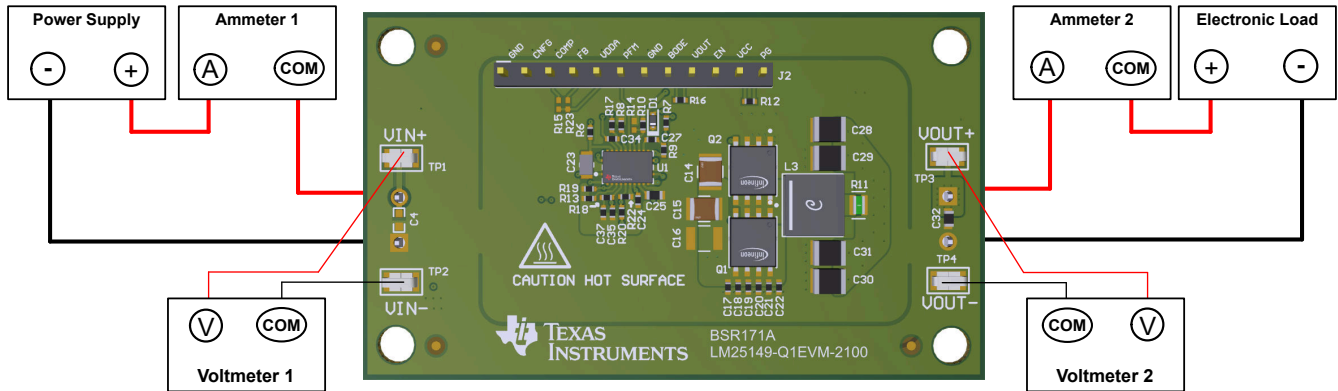

图 5-1. EVM 测试设置
参考表 5-1 中描述的 EVM 接头，推荐用于评估 LM25149-Q1EVM-2100 的测试设置如图 5-1 所示。在提供 ESD 保护的工作站上工作时，请确保在处理 EVM 之前已连接所有腕带、靴带或垫子，从而将用户接地。
- 在连接直流输入源之前，将输入电源的电流限值设置为最大 0.1A。确保输入源最初设置为 0V 并连接到 VIN+ 和 VIN- 连接点，如图 5-1 所示。如果使用长输入线路，则建议使用一个额外的大容量输入电容器来提供阻尼。